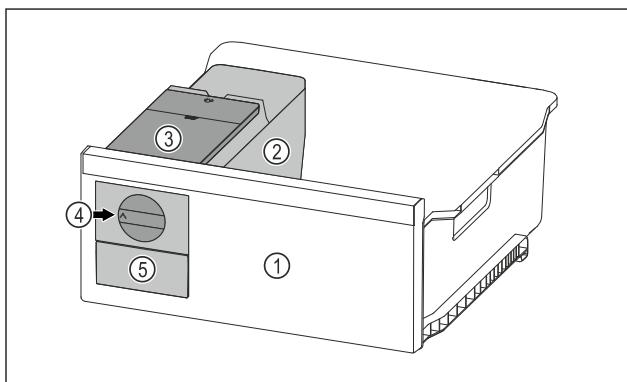

Fig. 122 Примерное изображение
- Поверните поворотную кнопку *Fig. 122 (4)* по часовой стрелке до упора.
- Кубики льда упадут из ванночки для кубиков льда в выдвижной ящик для кубиков льда *Fig. 122 (5)*.